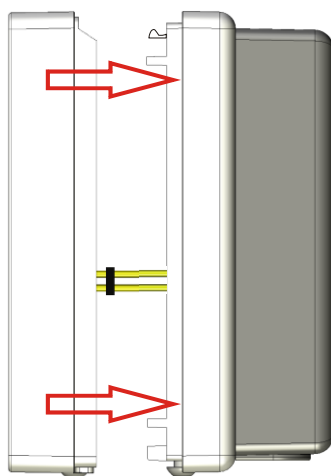

Abbildung 4: Gehäusedeckel stecken
**Stiftleiste X1 der Leserelektronik sauber in Buchsenleiste X3 der Anschlussplatine (1) einführen!** Siehe Abbildung 4: Gehäusedeckel stecken